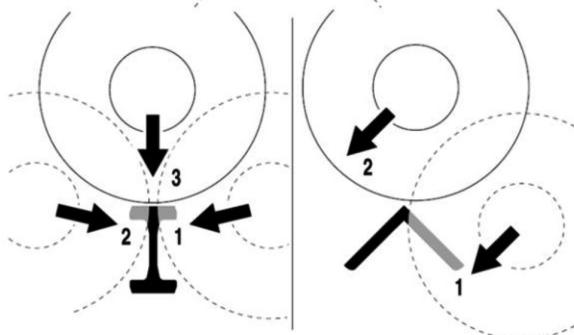

Рис. 32
14. Двутавровые балки или уголковую сталь следует разрезать ступенчато (рис. 32).